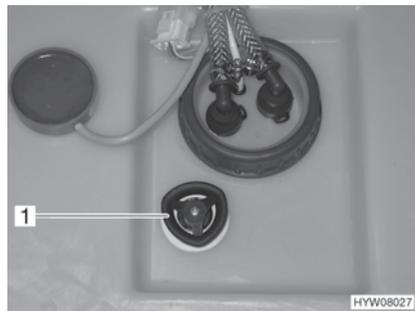

Fig. 112 Depósito de agua con tirador giratorio
- Girar el tirador giratorio (Fig. 112,1) sobre el depósito de agua en sentido de las agujas del reloj, hasta el tope.
- Girar el tirador giratorio (Fig. 112,1) sobre el depósito de agua en sentido contrario a las agujas del reloj, hasta sentir resistencia. El agua se saldrá hasta aprox. 20 litros.